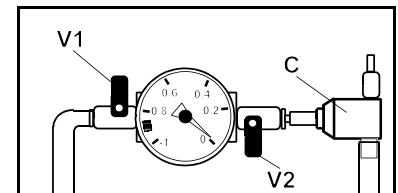

Abb. 2
- c) Stellen Sie sicher, dass Absperrhahn V1 und V2 geschlossen sind. (Abb. 2)